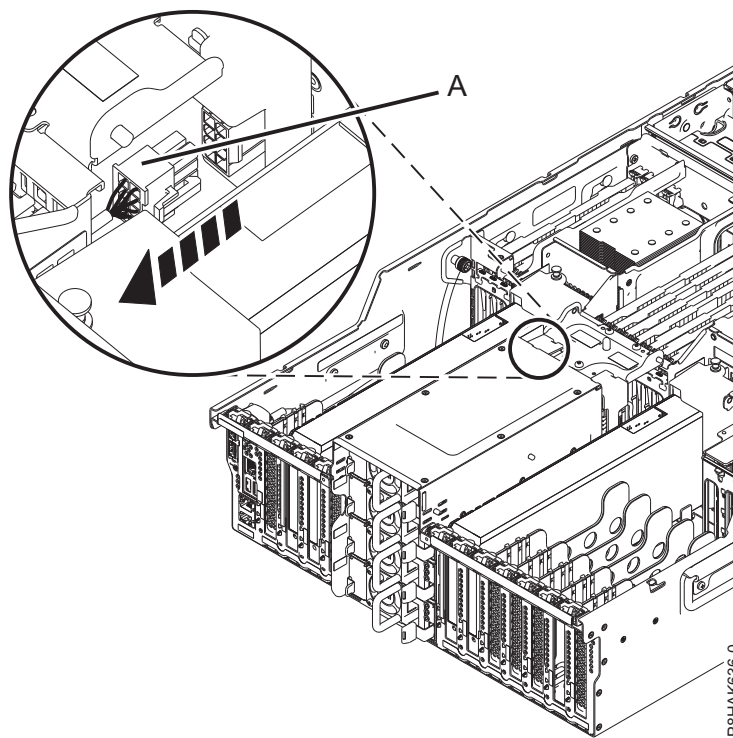

Figura 34. Desligar os cabos de alimentação para o adaptador GPU adaptador PCIe no sistema 8247-42L
3. Se estiver a remover o Adaptador PCIe gen3 x16 GPU (FC EC47 ou EC4B), desligue o cabo de alimentação auxiliar **(A)** dos seus conectores no painel posterior do sistema, conforme apresentado na Figura 34 na página 41.